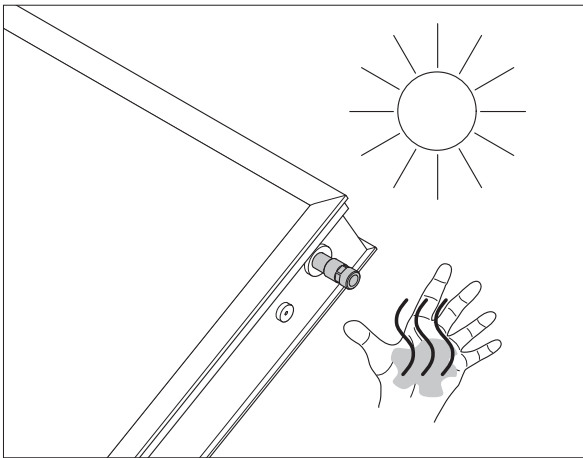

Abb. 3 Kollektoranschlüsse erhitzen sich bei Sonneneinstrahlung
- Verbrennungsgefahr an den Kollektoranschlüssen, sobald Kollektor ungedeckt der Sonne ausgesetzt wird (s. Abb. 3).